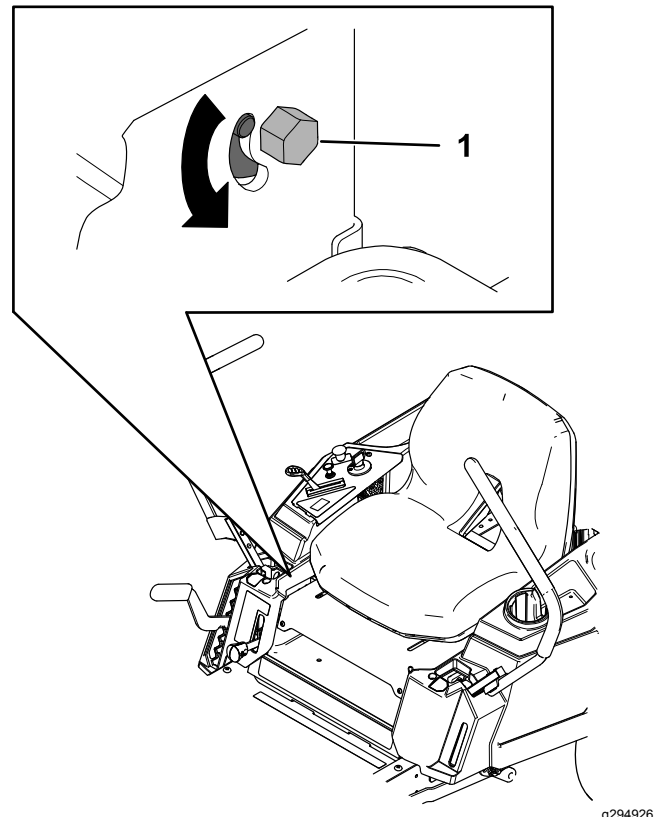

Figura 52
3. Localize o parafuso de ajuste do alinhamento perto da alavanca de controlo de movimento no lado específico que necessita de ajuste (Figura 52).